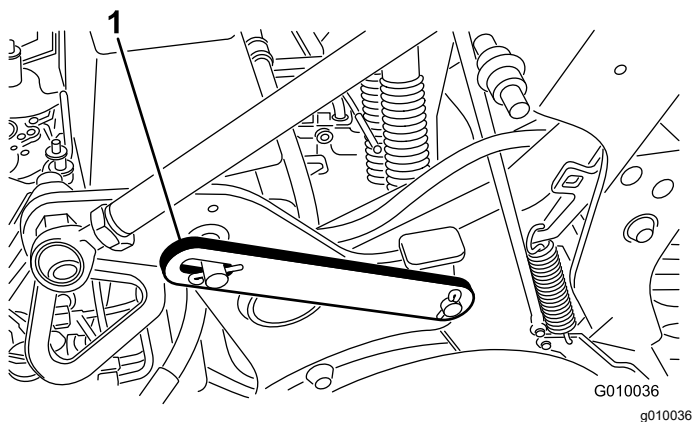

Figura 18
3. Retire o anel de bloqueio que fixa o trinco de segurança na posição de armazenamento (Figura 18).